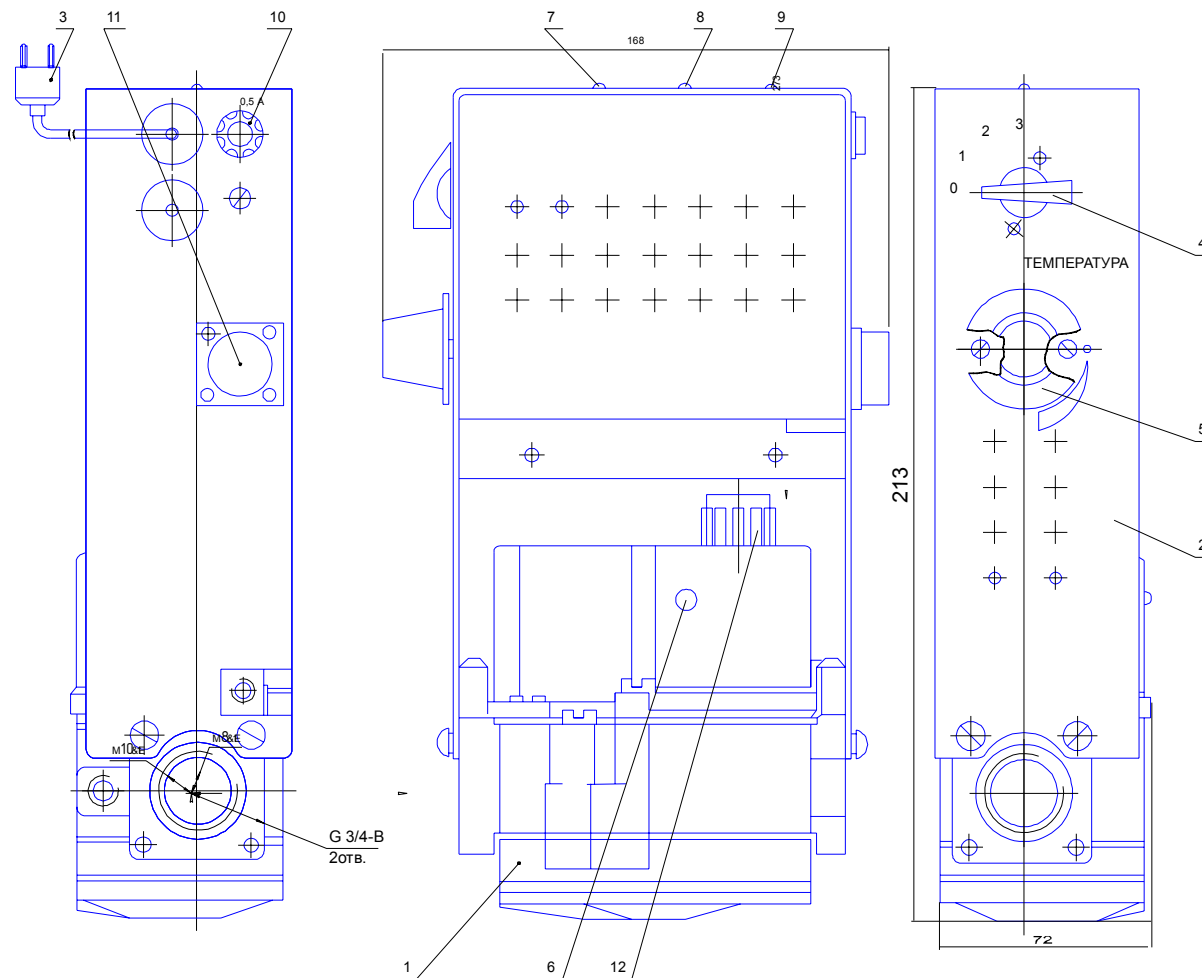

Рис.1 Габаритные и присоединительные размеры панели управления
- 6.1. Монтаж панели на газовом аппарате производится согласно эксплуатационному документу на данный аппарат и данному разделу руководства по эксплуатации. Габаритные и присоединительные размеры панели приведены на рис. 1.
- 7.3.1 Подключить панель (рис.1 поз.3) к сети электропитания;
- 7.3.3 Повернуть переключатель режимов работы (рис.1 поз.4) по часовой стрелке в положение «1», при этом загорятся индикаторы работы (рис.1 поз.7) и исправности (рис.1 поз.6) клапана основной горелки;
- 7.3.4 Повернуть ручку терморегулятора (рис.1 поз.5) в положение «0», при этом индикатор работы клапана основной горелки погаснет;
- 7.3.5 Повернуть ручку управления на блоке клапанов (рис.1 поз.12) в положение «+»;
- положение «1» (рис.1 поз.7)
- положение «2», включается циркуляционный насос и загорается индикатор (рис.1 поз.8);
- положение «3», включается циркуляционный насос и подключается комнатный программируемый термостат, при этом загораются соответствующие индикаторы (рис.1 поз.9) Отопитель будет работать автоматически длительное время (постоянно), в режиме заданном термостатом.